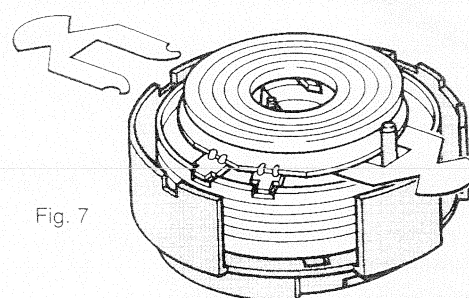

Fig. 7
- Die 2 Mylarfolien (jeder Kopfscheibe beige packt) in die Kopfscheibe einsetzen (Fig. 7).